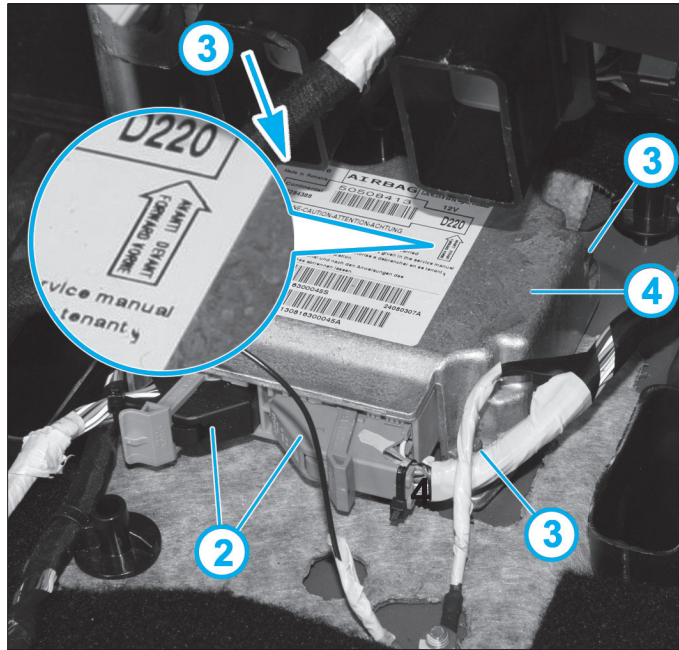

Fig. 12
- Déverrouiller puis débrancher les connecteurs (2) (Fig.12).
- Déposer les écrous (3).
- Déposer le calculateur (4).